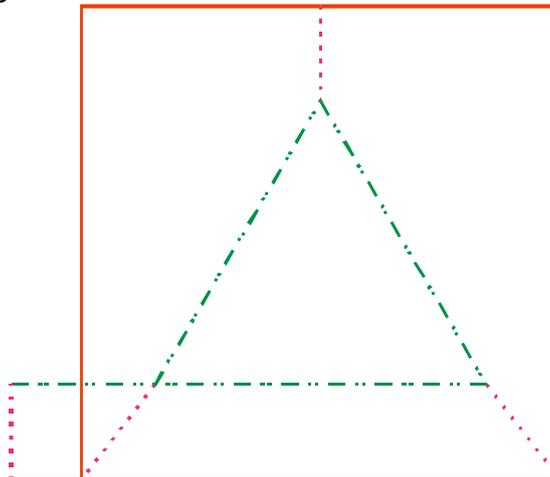

Fig. 4. Creazione di linee aggiuntive per evitare una deformazione durante l'operazione di immissione
- la prima linea di figura e la seconda linea di cifre POSSONO intersecarsi come linea di figura e linea di simultaneità. Vedere la Fig. 4;
È possibile impostare i nodi di simultaneità e il punto di partenza più vicino o colorare le linee di input e le figure corrispondenti allo stesso modo (usando un colore) per evitare una lieve deformazione mentre si entra nella figura. Le estremità delle linee di input devono essere collegate dalla linea di simultaneità. Vedere la Fig. 4 di seguito.